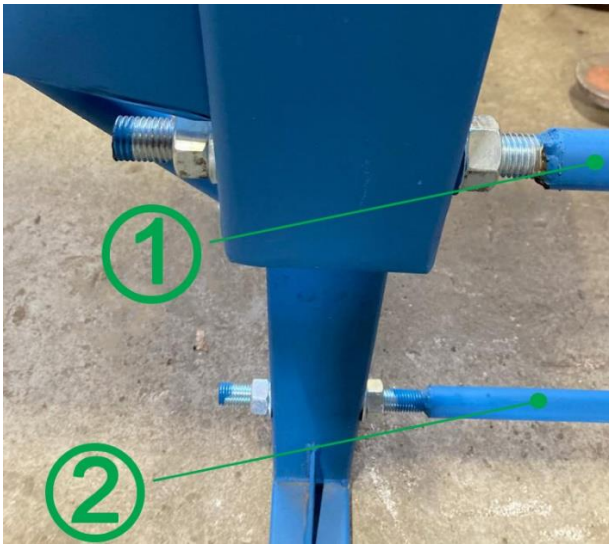
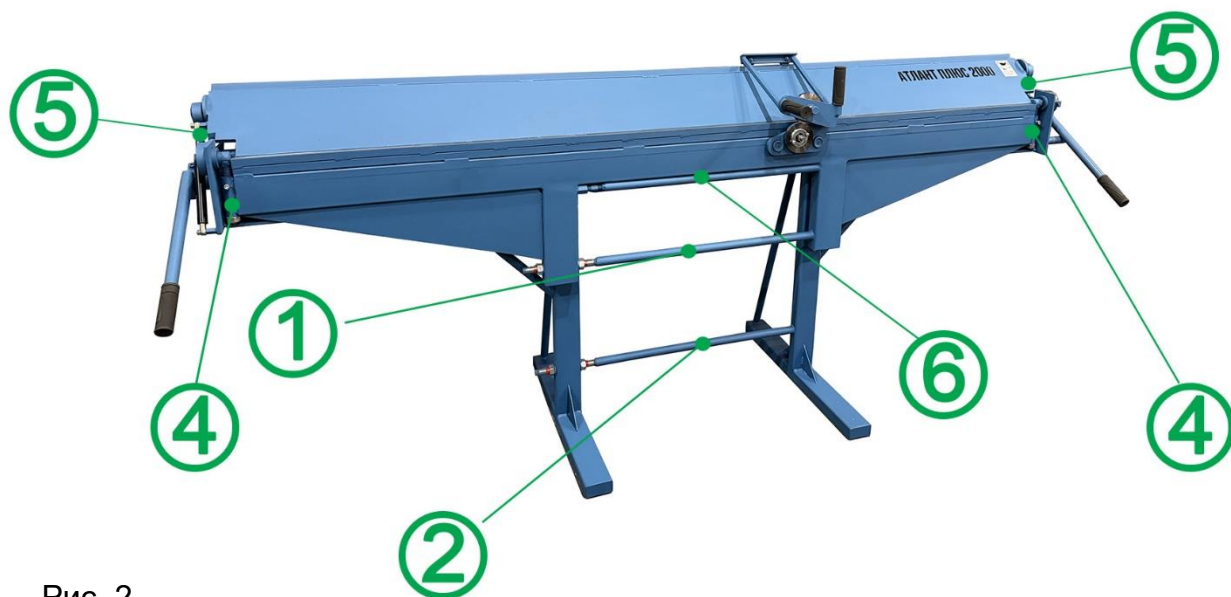

Рис. 1
Рис. 2
Станок регулируется боковыми гайками, расположенных на резьбовых шпильках (рис.2 цифры 4) по краям гибочной балки. Для этого нужно загнуть гибочную балку под углом 90° параллельно земле и посмотреть на зазор, чтобы гибочная балка при загибе не заходила на прижимную балку (которая прижимает лист).
Заправляем железо, загибаем его под углом 90°. Открываем прижимную балку, снимаем напряжение с листа и смотрим – если не догибает центр листа – тогда мы регулируем гиб, для этого на гибочной балке есть стяжка (рис.2 цифра 1). Внутреннюю гайку отпускаем, а наружной – подтягиваем. И обязательно контролируем внутреннюю гайку (рис. 1)!
Важно: по краям гибочная балка должна быть ниже «стола» (куда кладётся лист) на 3-5мм, а центр в ноль, т.е. чтобы по высоте центр гибочной балки не был выше «стола» (куда кладётся лист), а лучше ниже на пару мм. Если центр гибочной балки будет - выше «стола» (где лежит лист), то износ механизмов происходит намного быстрее. Примечание 1: высота гибочной балки регулируется резьбовыми пальцами по краям (рис. 2, цифра 4). Примечание 2: закрыть полностью сначала прижим до упора.
2) Регулировка «стола» (где лежит лист) в вертикальной плоскости (вверх-вниз) - стяжка на ногах станка. (рис. 2, цифра 2).
4) Регулировка вертикального положения (вверх-вниз) гибочной (поворотной) балки при помощи боковых резьбовых пальцев (рис. 2, цифра 4). По краям гибочная балка должна быть ниже «стола» (куда кладётся лист) на 3-5мм, а центр в ноль.
6) Регулировка положения гибочной балки в горизонтальной плоскости (рис. 2, цифра 6). Позволяет (если смотреть сверху на станок) убрать щель между гибочной балкой и «столом» (где лежит лист), хотя эта щель никак не влияет на гиб листа и можно её оставить.